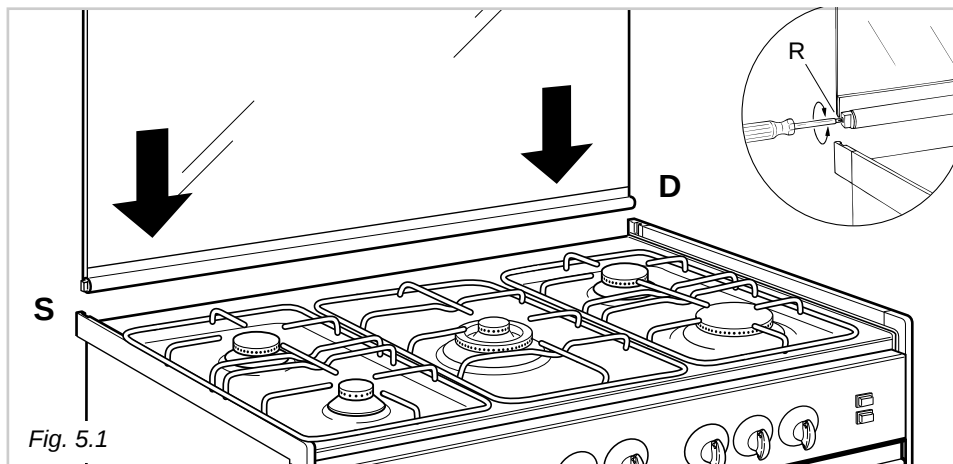

Fig. 5.1
- nella sede destra deve essere montata la cerniera con la stampigliatura **"D"** mentre nella sede sinistra la cerniera con la stampigliatura **"S"** (Fig. 5.1)
Eventualmente registrare la taratura delle molle delle cerniere ruotando le viti (R) in senso orario (fig. 5.1).